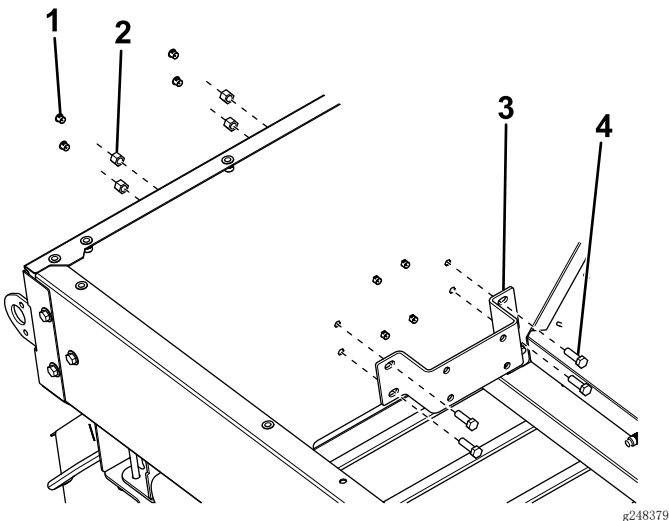

图13
3. 从撒布机后部卸下并丢弃 4 个外部插塞（图13）。
4. 使用 4 个螺栓（ $\frac{3}{8}$  x  $1\frac{1}{4}$  英寸）和螺母将隔板安装支架固定至撒布机后部内侧（图13）。